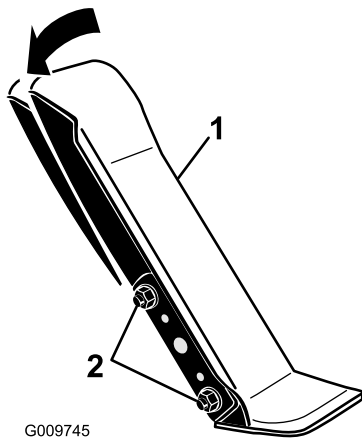

Figura 60
1. Afloje las 2 tuercas y pernos que fijan el lado izquierdo del pedal de tracción al soporte (Figura 60).
2. Ajuste el ángulo del pedal y apriete las tuercas (Figura 60).